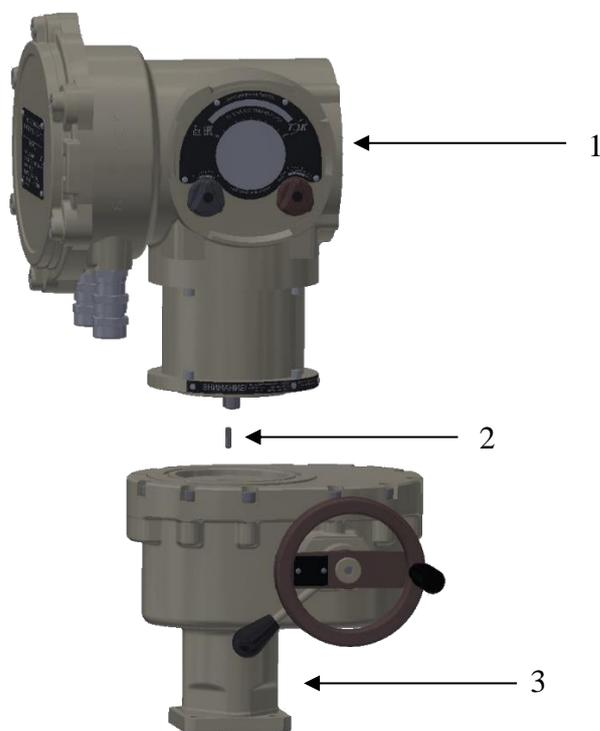

Рисунок 24 – Порядок замены редуктора
- с помощью шпонки (поз.2) Рис.24;
- 1) В случае стыковки с помощью шпонки (рис. 24):